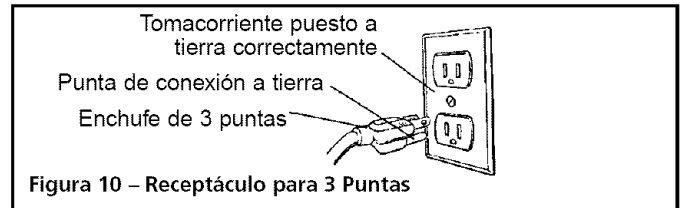

Figura 10 – Receptáculo para 3 Puntas
- Esta herramienta viene equipada con un cable aprobado y especificado para 150 V y un enchufe de 3 puntas para conexión a tierra (vea la Figura 10) que lo protegen a usted contra el riesgo de un electrochoque.
- El enchufe de conexión a tierra deberá conectarse directamente a un receptáculo para 3 clavijas instalado y conectado debidamente a tierra, tal como se muestra (vea la Figura 10).